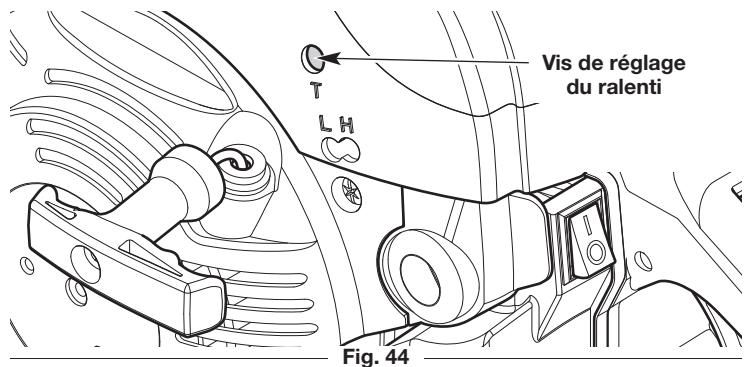

Fig. 44
- Si le moteur s'arrête, augmentez le régime de ralenti. Utilisez un petit tournevis cruciforme pour tourner la vis de ralenti vers la droite, de 1/8 de tour à la fois, et ce, jusqu'à ce que le moteur tourne bien au ralenti (Fig. 44).
- Si la chaîne de la scie tourne lorsque le moteur tourne au ralenti, réduisez le régime de ralenti. Tournez la vis de ralenti dans le sens antihoraire, 1/8 de tour à la fois, jusqu'à ce que la chaîne de la scie s'arrête (Fig. 44).